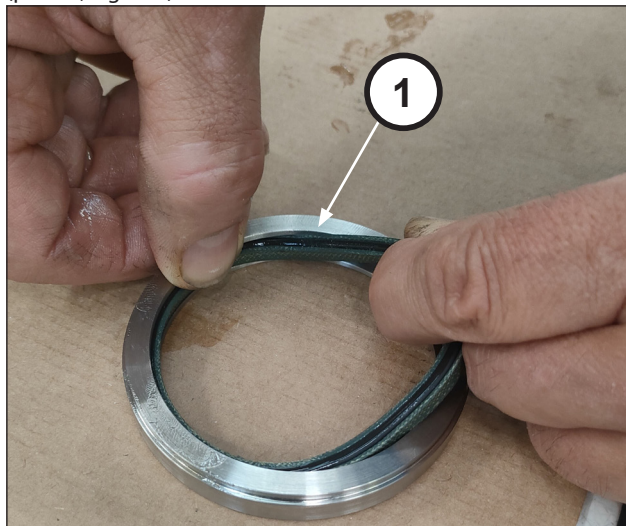

Fig. 148
Introducir la junta de baja presión en el anillo de las juntas (pos. ①, Fig. 148).